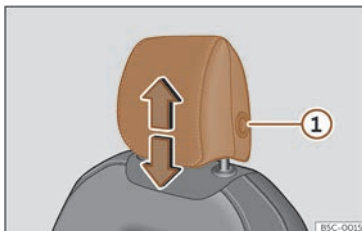
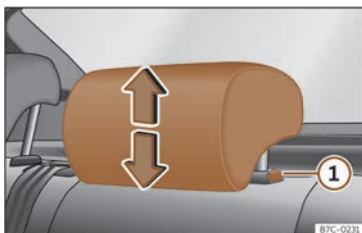

Fig. 107 Asento dianteiro:regulación do repousacabezas.
Fig. 108 Repousacabezas traseiro:regulación do repousacabezas.
mesma acción, premendo o botón lateral ① >>> fig. 107 >>> fig. 108.
- Prema o botón lateral >>> fig. 107 ① e extraia o repousacabezas.